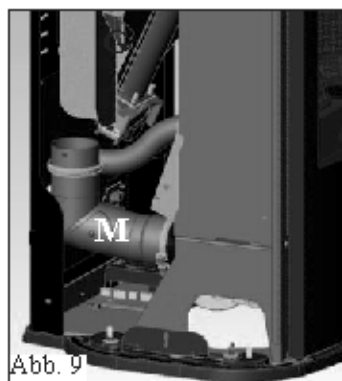

Abb. 9
- Vor der Montage des Oberteil aus Glas, sicherstellen dass die 5 Gummihalterungen und die 10 Unterlegscheiben eingebaut worden sind (L/M - Abb. 9/10).
- Das Inspektions-Rohrknie anordnen (M - Abb. 9) und mit der zuvor gelockerten Schelle befestigen.